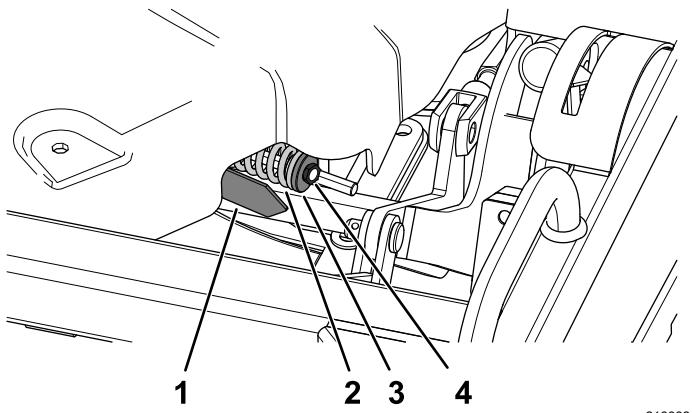

Рисунок 132
- Ослабьте или затяните контргайку так, чтобы стрелка индикатора натяжения была на одном уровне с наружной поверхностью шайбы (Рисунок 132).